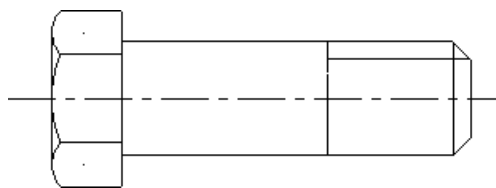

图 3-56 经过一点绘制法线
③ 根据提示，选择点 B，按回车键，即可完成垂直直线的创建，如图 3-56 所示。